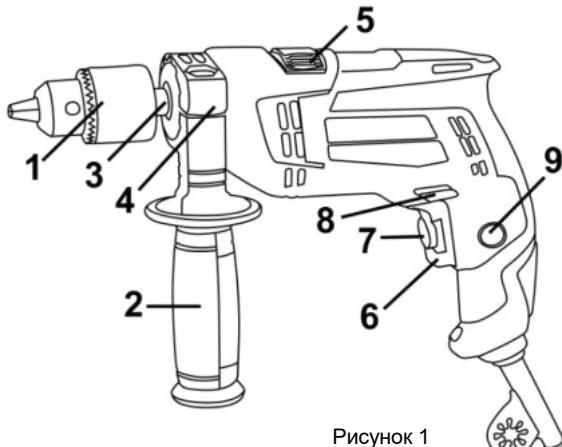

Рисунок 1
Виріб має два режими свердління: ударно-обертальний і обертальний. Перемикання режимів роботи виробу здійснюється переведенням перемикача (5) (див. рис.1) У крайні позиції до відповідного символу режиму роботи:
- ударно-обертальний режим - перемикач (5) повинен бути переведеним до упору у бік символу ;
- обертальний режим - перемикач (5) повинен бути переведеним до упору у бік символу .
4.2 Виберіть необхідний режим роботи виробу за допомогою перемикача (5) (див. рисунок 1). Перемикання режимів роботи виробу здійснюється переведенням перемикача (5) (див. рис.1) з одного крайнього положення в інше в бік відповідного символу режиму роботи: